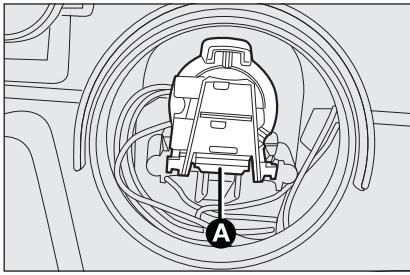

fig. 24
- premere sul dispositivo di bloccaggio **A**-fig. 24 ed estrarre il portalampada;